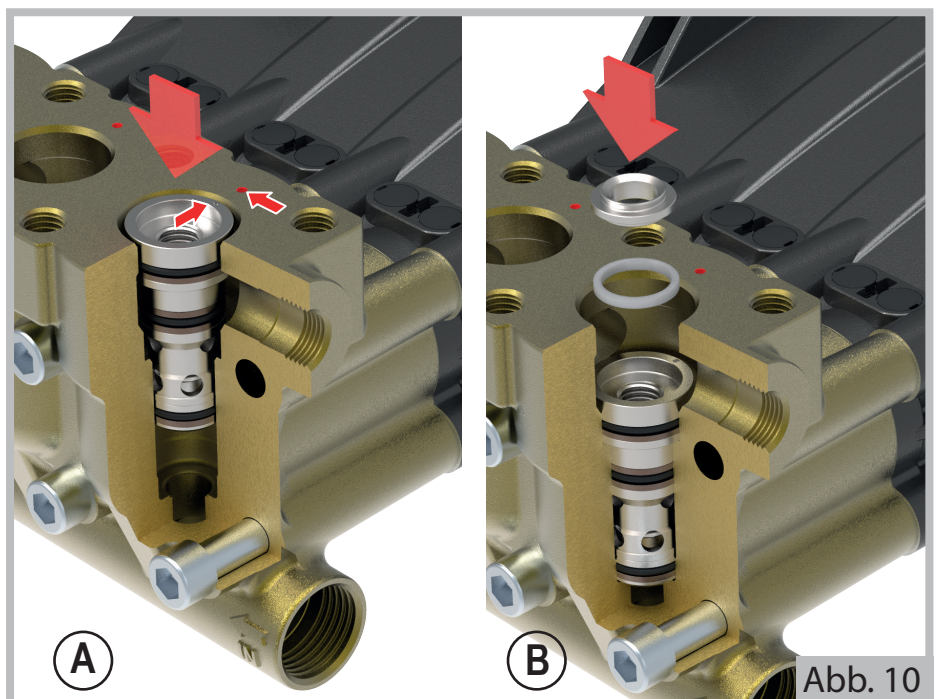

Abb. 10
- a) Einsetzen der Ansaugventile (Vorgang **A** Abbildung 10).
- b) Einsetzen der Ventilsitze und der entsprechenden Dichtungsringe (Vorgang **B** Abbildung 10)